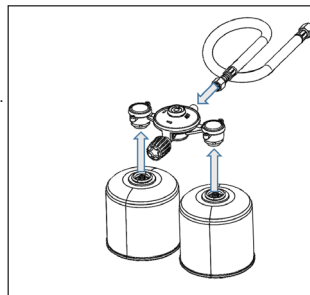

Fig. 4
- Sett de to gasspatroner på enheten ved å skru dem på plass (Fig.4).